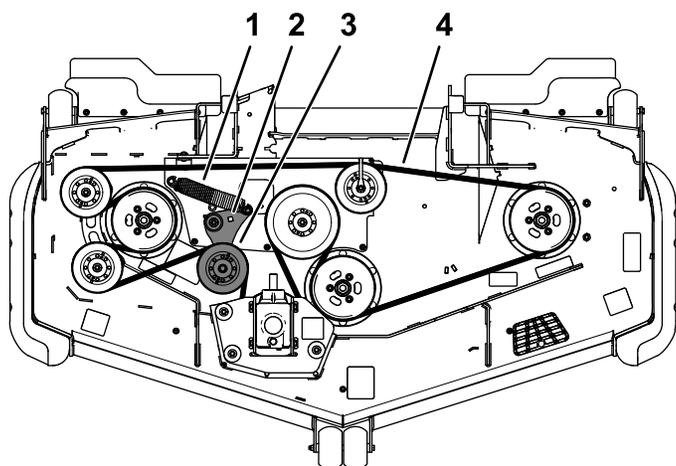

Figura 60
5. Inserite un cricchetto nel foro quadrato del braccio di rinvio per allentare la molla del tenditore (Figura 60).
7. Montate la nuova cinghia attorno alle pulegge del tosaerba (Figura 60).
8. Accertatevi che le estremità della molla siano posizionate nelle scanalature di ancoraggio, e utilizzando il cricchetto nel foro quadrato, montate la cinghia attorno alla puleggia tendicinghia (Figura 60).